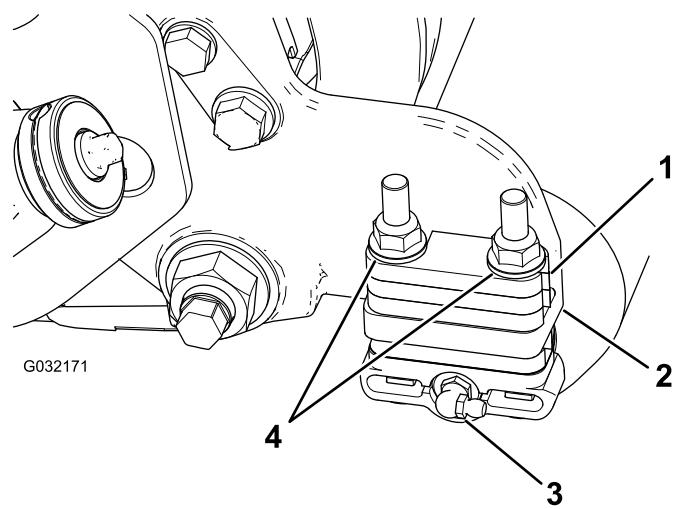

图3
2. 从滚刀组的滚筒刷架一侧拆除滚筒的黄油嘴 图3。
4. 拆下将每个滚筒支架固定到每个侧板的 2 个凸缘锁紧螺母以及位于侧板安装法兰顶部的所有 6mm 隔片 图3。